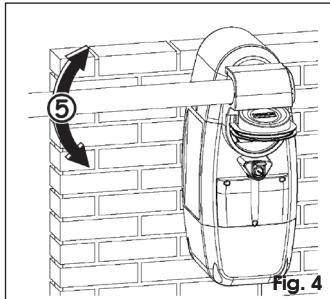

Fig. 4
4. Beweeg de arm met de hand, Fig. 4.